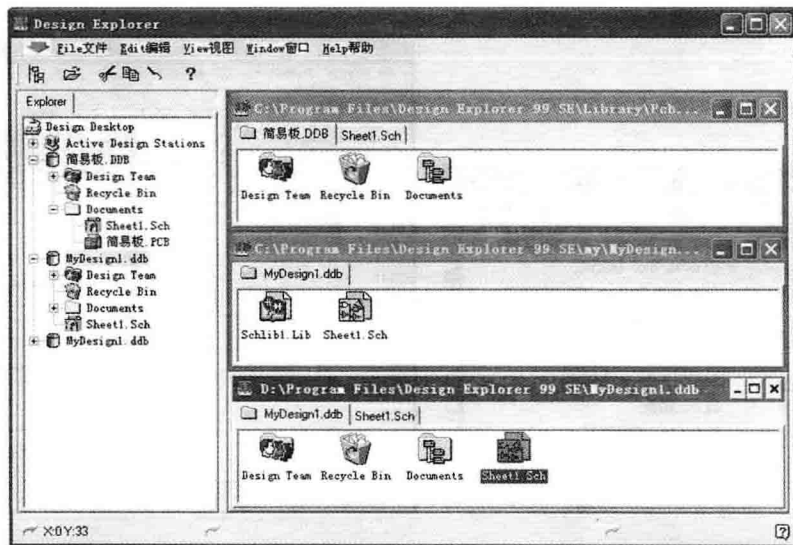

图 1-18 窗口水平平铺排列
(1) 窗口水平平铺显示。执行“Windows 窗口”菜单下的“Tile 平铺”命令，窗口以水平平铺形式排列，如图 1-18 所示。